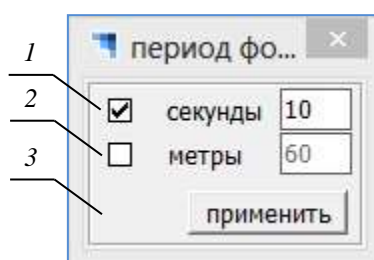

Рисунок 50 – Окно «Период фотографирования»
8.2 Инструмент «Фото» предназначен для открытия/закрытия окна «Период фотографирования» (Рисунок 50), позволяющего управлять
– строка «Секунды» (Рисунок 50, поз 1) – содержит поля, позволяющие выбрать интервал периодичности фотосъемки в секундах и задать величину интервала между кадрами в секундах;
– строка «Метры» (Рисунок 50, поз 2) – содержит поля, позволяющие выбрать интервал периодичности фотосъемки в метрах и задать величину интервала между кадрами в метрах;
– кнопка «Применить» (Рисунок 50 поз 3) – предназначена для активации выбранного способа периодичности фотографирования.